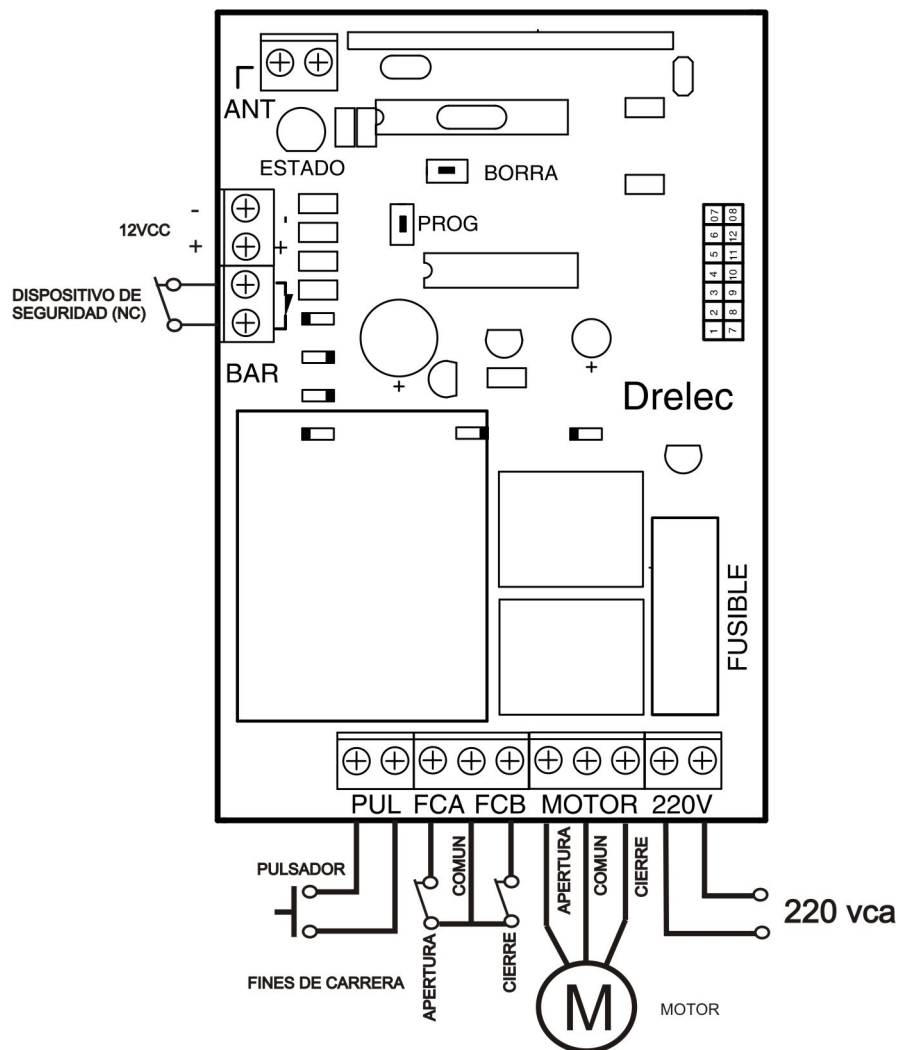

Fig. 2 Esquema de conexiones
3. **Conecte los cables** de motor el pulsador de operación manual, los finales de carrera y la red de 220 vca. (ver Fig. 2). El "LED" deberá encender.